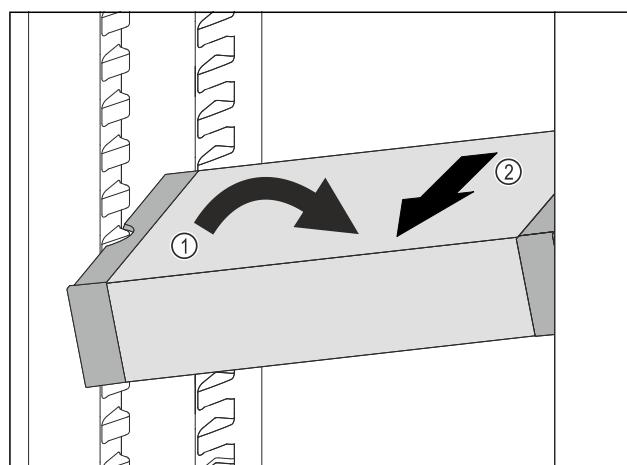

Fig. 143
- Встановити VarioSafe під кутом в охолоджувальному відділенні. Fig. 143 (1)
- Витягнути VarioSafe вперед. Fig. 143 (2)